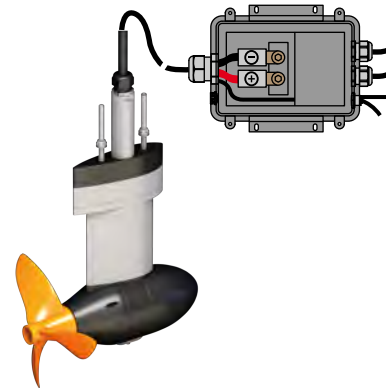

Fig. 11: Cableado
1. Suelte los tornillos (1) del cuadro electrónico para abrirlos.
3. Conecte los dos cables de potencia en los polos correspondientes (rojo=+, negro=-; 5 Nm), "**Fig. 11: Cableado**".